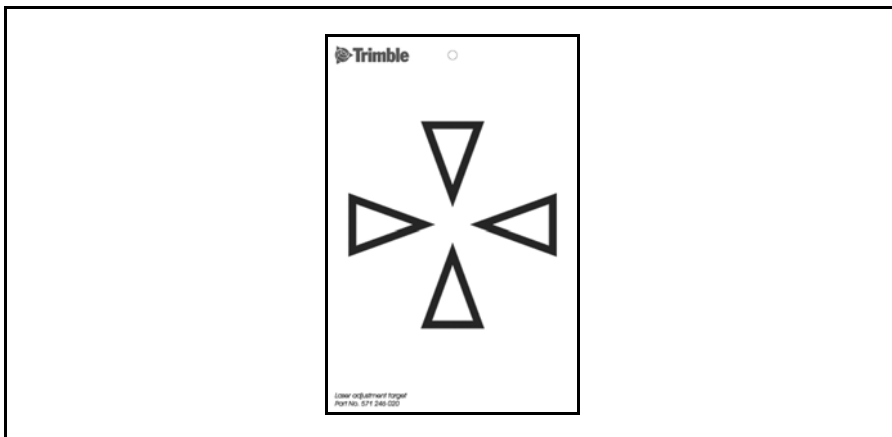

Bild 4.27 Kalibreringsskylt för DR 300+
4. Om den röda laserpunkten ligger utanför hårkorset, justera strålens riktning tills den sammanfaller med hårkorset, se Bild 4.27